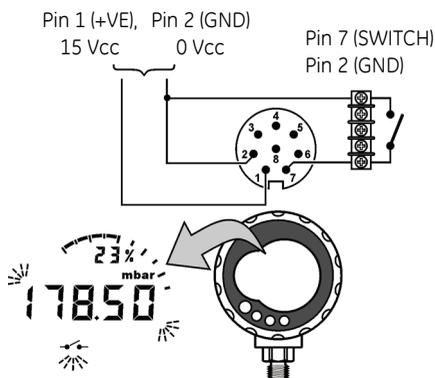

Figura 2: Esempio di configurazione – Ingresso contatto
1. Collegare il DPI 104-IS (Figura 2/Tabella 5).
La Figura 2 illustra il display quando la condizione del contatto cambia (aperto o chiuso). Il quadrante analogico e l'indicatore di percentuale continuano a monitorare la pressione normale.